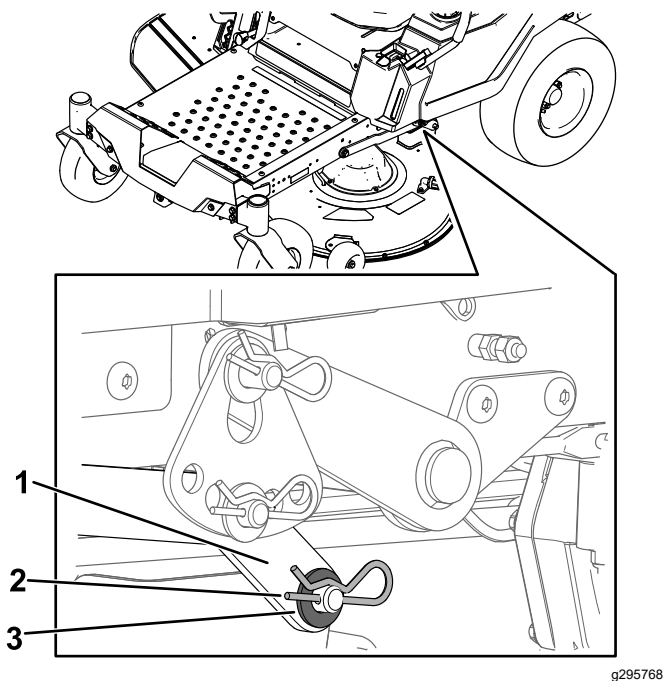

Figura 73
6. Pe o parte a mainii, îndepărtați aiba i tiftul în formă de agrafă de la tiftul punii (Figura 73).
- Îndepărtați brațul de ridicare de la tiftul punii (Figura 73).
- Pe o latură a mâinii, ridicați partea din spate a punii mâinii de tuns iarba și montați brațul de ridicare la tiftul punii (Figura 73).
- Montați brațul de ridicare utilizând știftul și tiftul în formă de agrafă (Figura 73).